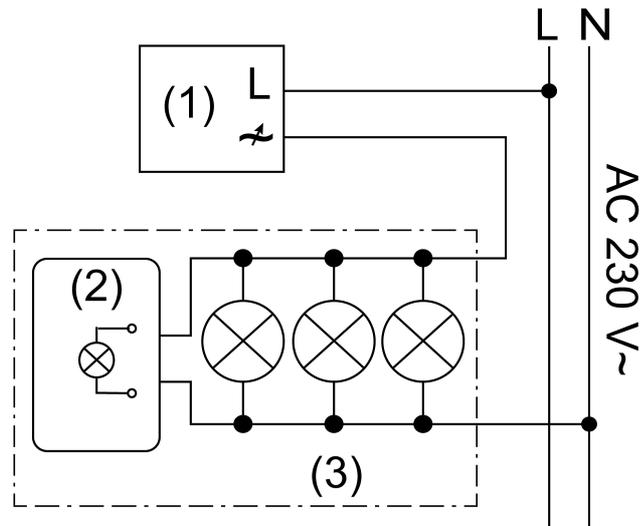
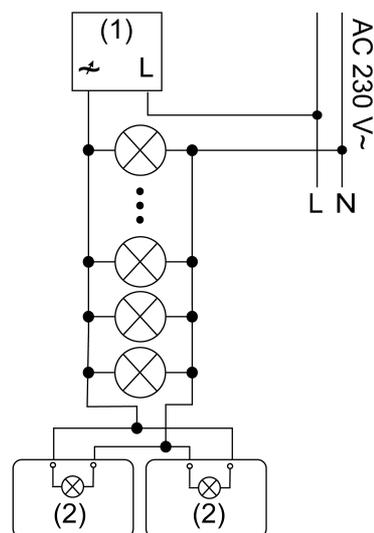

Figura 1
Figura 2: Esempio di collegamento nell'alloggiamento della lampada
- (1) Dimmer in esercizio di anticipo di fase
- (2) Modulo
- (3) Luce con lampada LED ad alto voltaggio
- Collegare il modulo in parallelo alla lampada LED ad alto voltaggio al conduttore neutro e alla fase dimmerata, (figura 1) Esempio di collegamento nell'alloggiamento della lampada, (figura 2) Esempio di collegamento con due moduli.